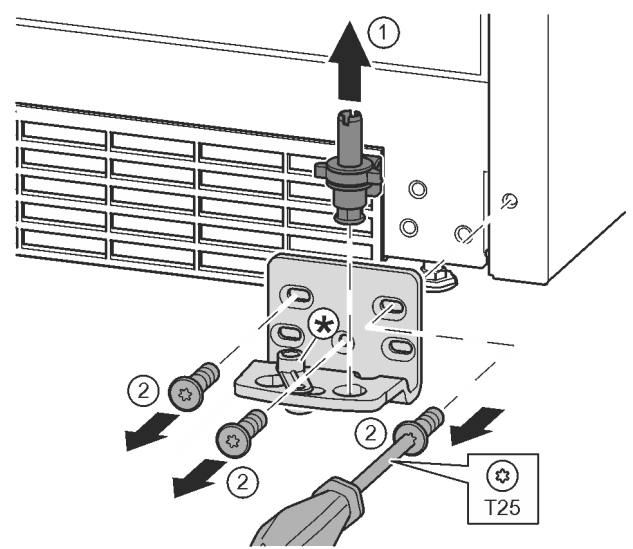

Fig. 16
- ▶ Ložiskový čep celý vytáhněte nahoru. Fig. 16 (1)
- ▶ Šroubovákem T25 vyšroubujte šrouby a sejměte stojan ložiska. Fig. 16 (2)